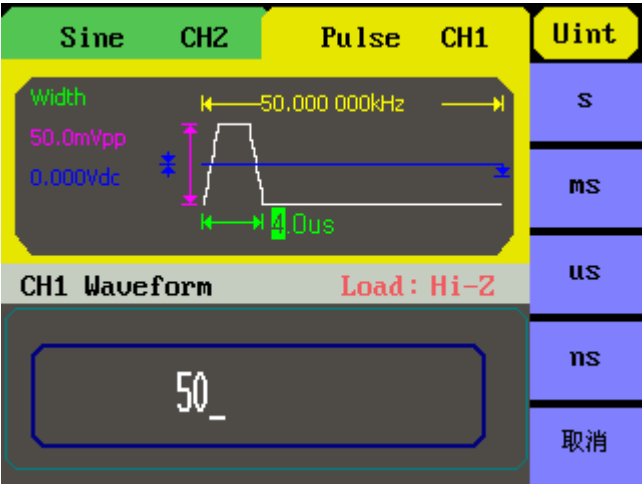

图 2-15 脉冲波脉宽设置界面
**输入所需要的脉冲宽度数值：**在选定所要修改的参数时，可通过数字小键盘直接输入参数值，然后通过功能按键选择相应的参数单位即可，如图 2-15 所示。也可以使用方向键来改变参数值所需更改的数据位，通过旋转旋钮可改变该位数的数值。